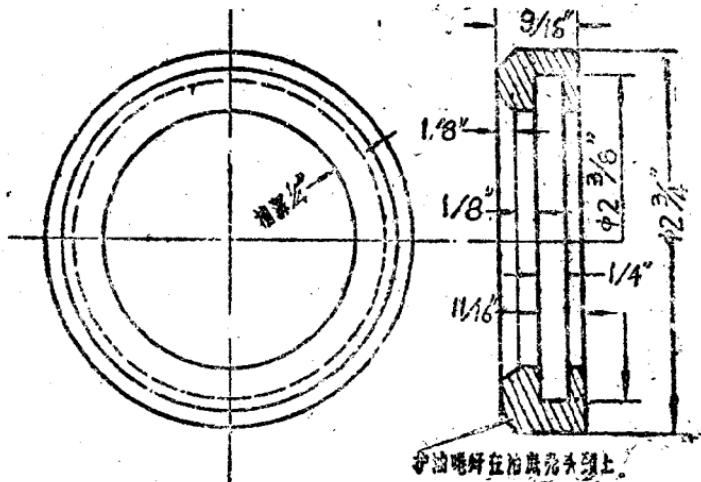

图 1
①海格勒司发动机都可以采用以下办法：如 JXA、JXD、JXC型（印地安、非特尔、大蒙天、史蒂培克等車裝用）都可改装油毛毡，而在曲軸头頸上油毛毡結合处車一吋8牙倒油槽，槽闊 $1/32''$ ，深 $1/32''$ ，車成U字形，車 $4 \sim 5$ 轉。另外再特制护油鐵圈一只，制成功后鐵圈割成两半片，一半片用焊錫焊在油底壳头頸上，装上油毛毡即可。护油铁圈見图1。